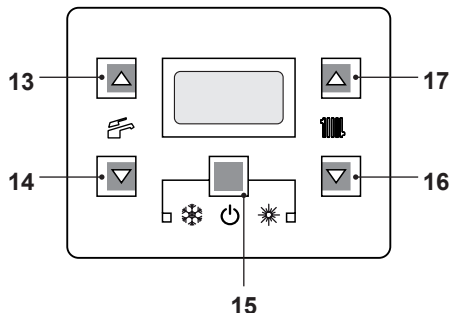
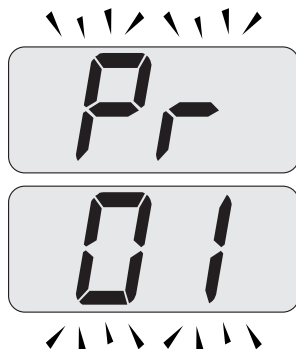
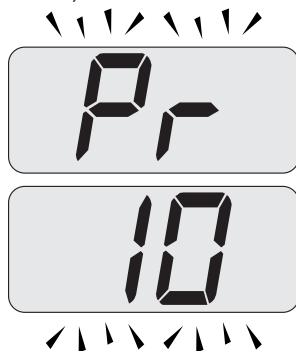

Figura 5.46
Figura 5.47
Figura 5.48
- Entrare in "modalità programmazione" premendo contemporaneamente per 10 secondi i tasti 15 - 16 - 17 (Figura 5.46) fino a far apparire sul display LCD le lettere Pr che si alternano con il codice 01, indicanti l'entrata nel "parametro 01" (Figura 5.47).
- Scorrere i vari parametri utilizzando i tasti 16 o 17 fino a far apparire sul display LCD le lettere Pr che si alternano con il codice 10, indicanti l'entrata nel "parametro 13" (Figura 5.48).
- Premere contemporaneamente i tasti 15 e 17 (Figura 5.46) fino a far apparire sul display LCD il valore del parametro 10 (30=180 secondi) (Figura 5.49).
- Premendo il tasto 15 (Figura 5.46) si ottiene la conferma del valore inserito.
- Premendo contemporaneamente i tasti 15 e 16 (Figura 5.46) si esce senza modificare il valore (ritorno alla lista parametri Figura 5.48)
- Premendo contemporaneamente per 10 secondi i tasti 15 - 16 - 17 (Figura 5.46) si esce dalla "modalità programmazione".